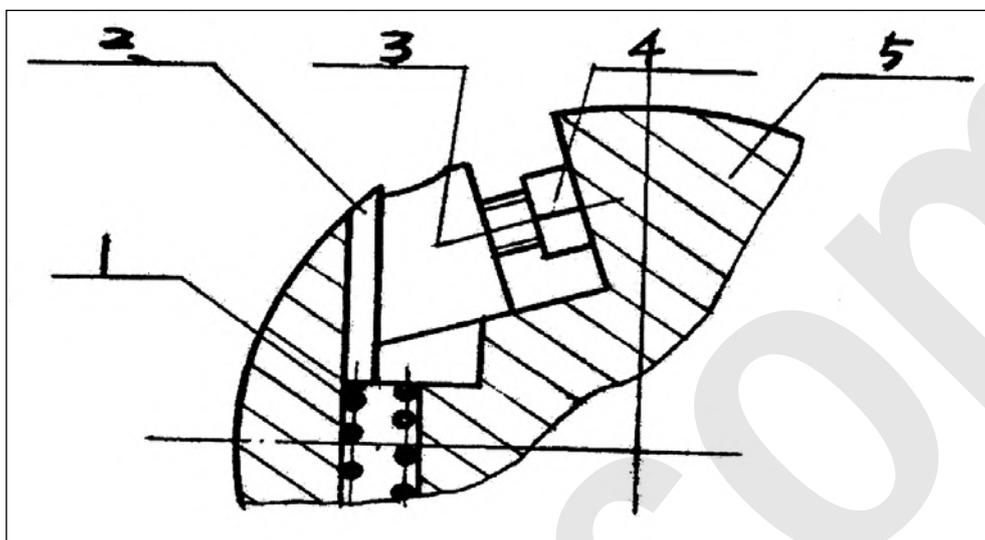

Figura 21 – Schema dell'albero e dei cunei di bloccaggio delle lame.
- Svitare le 5 viti (rif. 4 in figura 21) **tramite l'apposita chiave.**